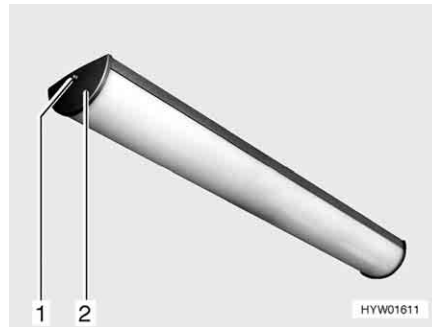

Bild 234 Wohnraumleuchte
- Schraube (Bild 234,1) herausdrehen und Abdeckung (Bild 234,2) abnehmen.